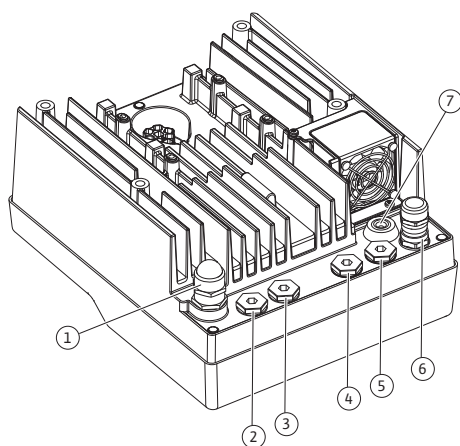

Fig. 19: Kaabli keermesühendused / kaabli läbiviigud
4. Viige ühenduskaabel läbi kaabli keermesühenduse M25 (Fig. 19, pos. 1). Keerake kaabli keermesühendus kinni etteantud pingutusmomendiga.